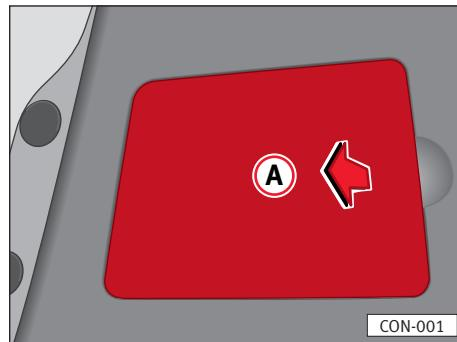

Fig. 157
- Retirar la cubierta de plástico ⇒ fig. 157 A, introduciendo el dedo en la hendidura y tirando en el sentido de la flecha.